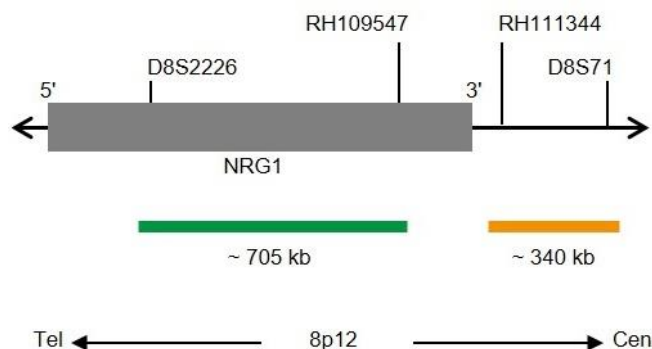

Fig. 1: SPEC NRG1 Mapa da sonda (sem escala)
- Polinucleótidos (~10 ng/μl) com marcação ZyGreen (excitação 503 nm/emissão 528 nm), dirigidos ao mapeamento de sequências alvo em 8p12* (chr8:31,730,448-32,433,429) distais ao ponto de quebra do gene NRG1 (ver Fig. 1).
- Polinucleótidos (~4.5 ng/μl) com marcação ZyOrange (excitação 547 nm/emissão 572 nm), dirigidos ao mapeamento de sequências alvo em 8p12* (chr8:32,644,505-32,985,279) proximais ao ponto de quebra do gene NRG1 (ver Fig. 1).